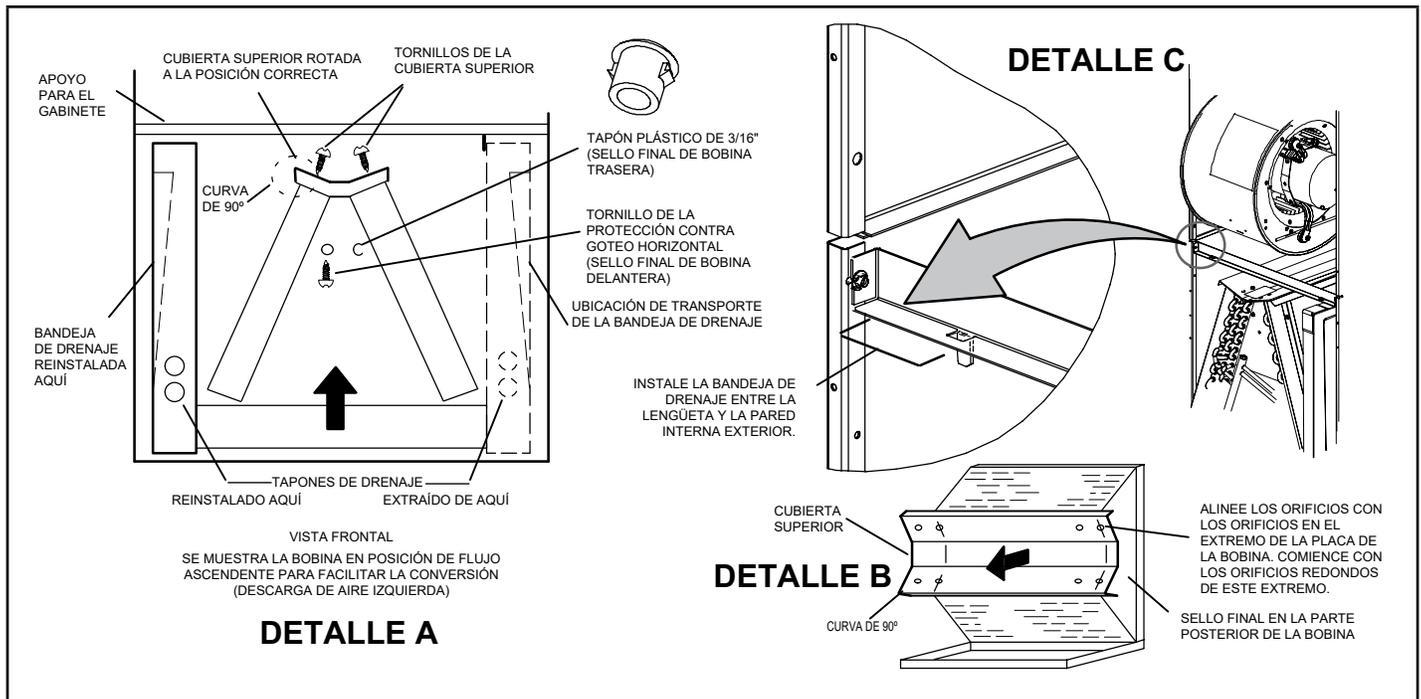

IMAGEN 4. Modificación de campo para la descarga por el lado izquierdo
- 4 - Retire los tornillos de la cubierta superior. Retire el tornillo de la protección horizontal contra el goteo que está situado en el centro del cierre final de la parte posterior de la bobina, tal como se ilustra en la Imagen 4 de la página 5.